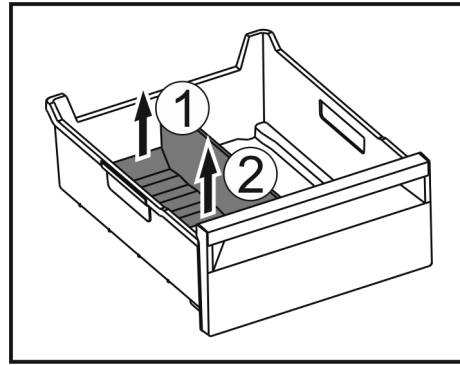

Fig. 102
- Sollevare la parte posteriore del divisore dello scomparto del ghiaccio. Fig. 102 (1)
- Rimuovere il divisore dello scomparto del ghiaccio verso l'alto. Fig. 102 (2)